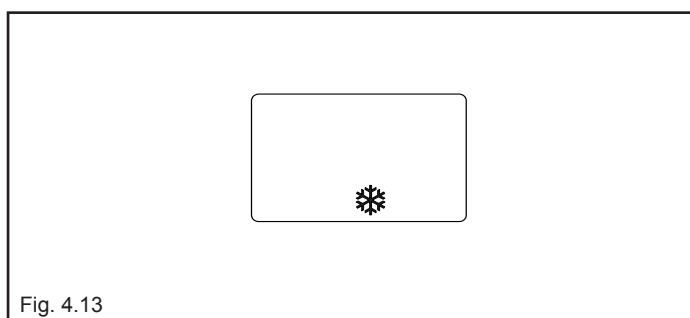

Fig. 4.13
**Antigelo:** quando la temperatura dell'acqua di caldaia scende sotto i 5°C si attiva il circolatore e, se necessario, il bruciatore alla minima potenza per riportare la temperatura dell'acqua a valori di sicurezza (35°C). Durante il ciclo antigelo sul visualizzatore digitale appare il simbolo ❄ (Fig. 4.13).